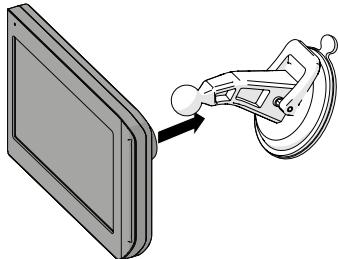

Fig. 9
4. Alinee el punto de señalización de la ventosa con la abertura en la parte posterior del monitor y presione firmemente hasta que quede bloqueado en su lugar. [Fig. 9]